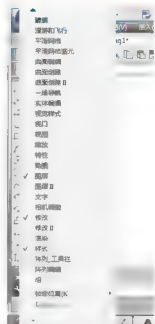

图 1.13 工具选项菜单
(1) 显示工具栏：将光标指向屏幕上任意一个工具栏的按钮并右击，将弹出工具选项菜单。注意，在工具选项菜单中带“√”的都是目前在屏幕上已经存在的工具栏，选择所需的工具栏，即可在用户界面上显示该工具栏，如图 1.13 所示。